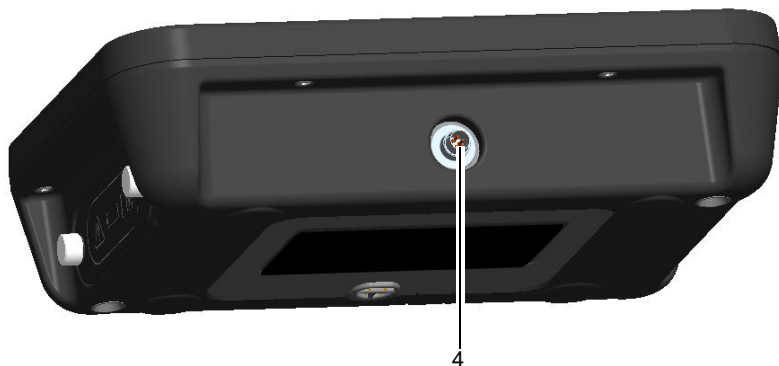

Figure 3 : Connecteur du câble ombilical de l'ADTS Touch
- En raccordant le connecteur de l'ADTS Touch (4) (voir Figure 3) à l'ADTS via un câble ombilical.